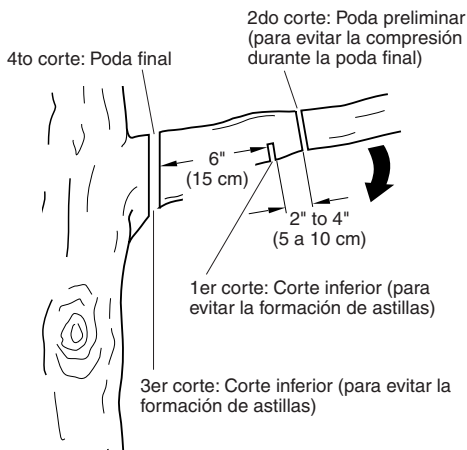

Figura 19 - Poda de una rama
1. Haga el primer corte a quince centímetros del tronco del árbol, del lado inferior de la rama. Utilice el lado superior de la barra de guía para realizar este corte. Atraviese la rama hasta llegar a 1/3 de su diámetro. (vea la Figura 19).